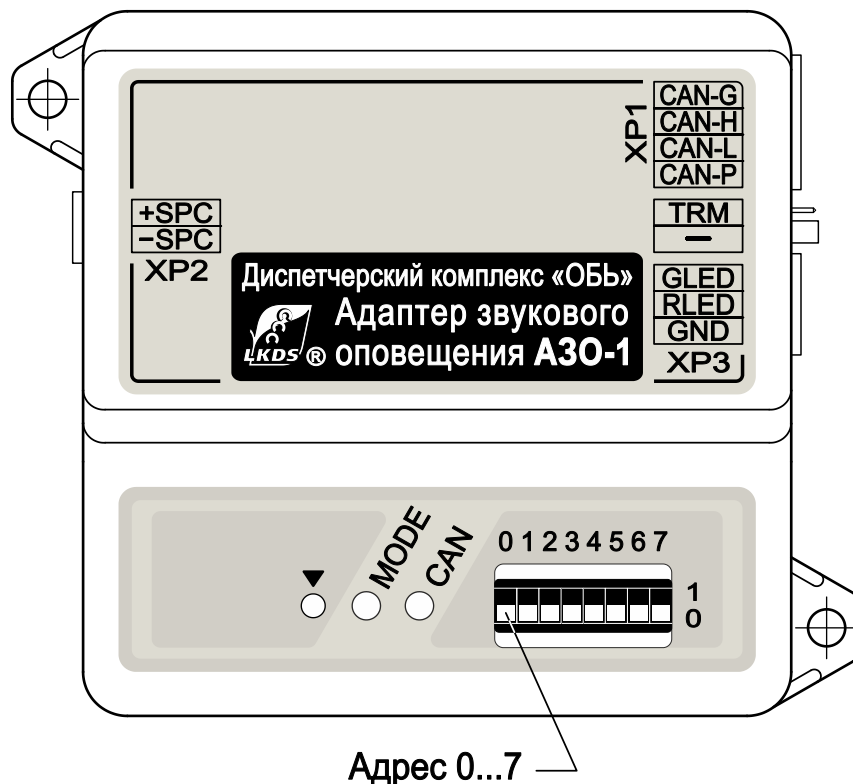

Рис.1 Внешний вид Адаптера звукового оповещения АЗО-1
1.6.1. Конструктивно АЗО-1 выполнен в пластиковом корпусе (см. рис. 1). На лицевой стороне которого расположены:
1.6.2. На боковых сторонах АЗО-1 (см. рис. 1) расположены: